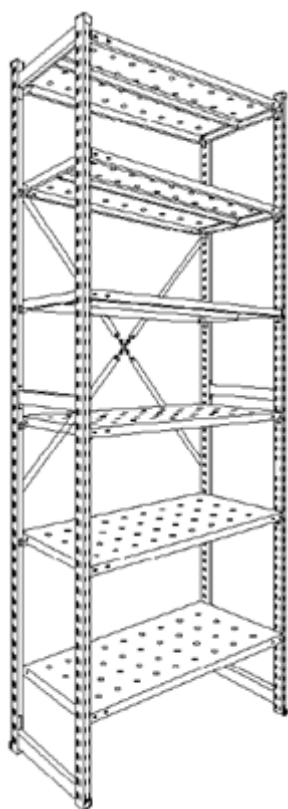

Рис. 12. Стеллаж ТСУ в сборе
5. Ваш стеллаж готов к работе (рис. 12)